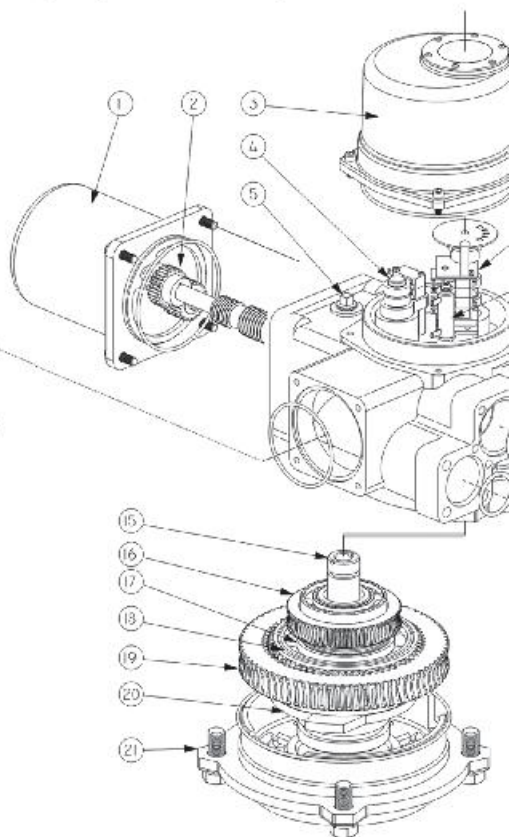
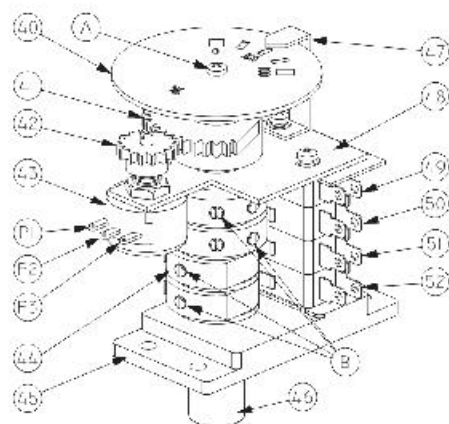
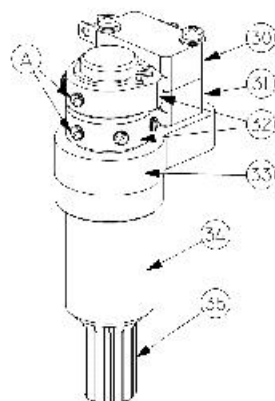

Рис.1 Электропривод ГЗ-ОФ
Рис. 2 Индикатор положения затвора арматуры
Рис.3 Двухсторонняя муфта ограничения крутящего момента
Электропривод состоит из следующих узлов и деталей (рис.1): электродвигателя (1); силового редуктора, в состав которого входит: червячный редуктор (11, 16), червячный редуктор маховика ручного дублера (13, 19) и планетарная передача (18); двухсторонней муфты ограничения крутящего момента (моментной муфты) (4); ограничителя хода выходного вала (6); индикатора положения затвора арматуры (40, 47) (рис.2); выходного вала (15); механических упоров открытия и закрытия (9, 10); клеммной колодки контактных соединений (23) и корпусных деталей.
Вращение электродвигателя (1) через прямозубую цилиндрическую шестерню (2) передается на червячный редуктор (11, 16), который соединен через планетарную передачу (18) с муфтой сцепления (20). Вращение муфты сцепления обеспечивает вращательное движение выходного вала (15). Выходной вал электропривода механически связан с индикатором положения затвора арматуры (40, 47) (рис.2) и ограничителем хода
Ограничитель хода выходного вала (6) механически связан с выходным валом (15). При достижении ограничителем хода выходного вала заданных параметров микровыключатели (49, 50, 51, 52) (рис. 2) отключают электропитание электродвигателя.
Индикатор положения затвора арматуры (40, 47) (рис. 2) механически связан с валом ограничителя хода выходного вала. После надлежащей настройки указания индикатора соответствуют определенным положениям затвора арматуры независимо от режима работы электропривода – ручного или электрического.
При достижении предварительно установленной величины крутящего момента в положении ЗАКРЫТО или ОТКРЫТО, либо в случае аварийного заклинивания штока затвора арматуры в промежуточном положении, выходной вал (15) (рис. 1) с червячным колесом (16) останавливается, а червяк (11), ввинчиваясь в венец червячного колеса (16), вследствие продолжающегося вращения ротора электродвигателя, начинает перемещаться в осевом направлении, сжимая тарельчатые пружины (12). Величина сжатия тарельчатых пружин определена настроенным крутящим моментом моментной муфты. Поступательное движение червяка (11) приводит к вращению вала моментной муфты (34) (рис. 3). Кулачки (32), расположенные на валу моментной муфты, нажимают кнопки муфтовых микровыключателей (30, 31), размыкая цепь управления питанием электродвигателя электропривода.
2.6 МЕХАНИЧЕСКИЕ УПОРЫ (рис. 1)